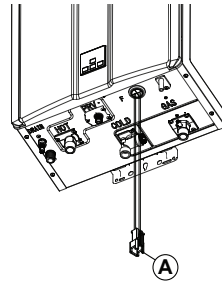
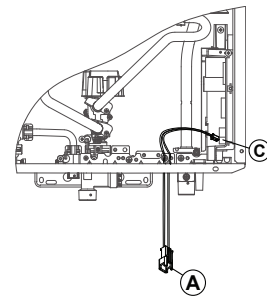

Fig. 1
Fig. 2
3. Passare sufficiente cavo attraverso il foro gommato della mantellatura (Fig. 1) ; collegare il terminale al PCB © (Fig. 2);